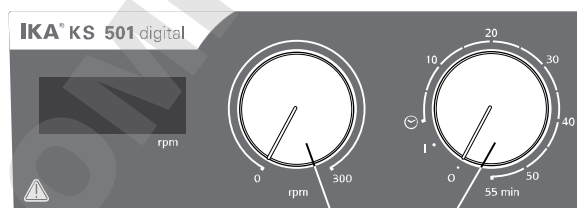

Fig. 3
☞ Lai ieslēgtu ierīci, pagrieziet grozāmo pogu **“Ieslēgt/izslēgt”** un **“Taimeris” (B)**, skatiet **Fig. 3** pulksteņa rādītāja virzienā pozīcijā **“1”**.
☞ Iestatiet motora apgriezienu skaitu, izmantojot regulatora pogu **“Apgriezienu skaits” (C)**, skatiet **Fig. 3**. Ierīcei **KS 501 digital** un **HS 501 digital** motora apgriezienu skaitu var iestatīt no 0 līdz 300 rpm.